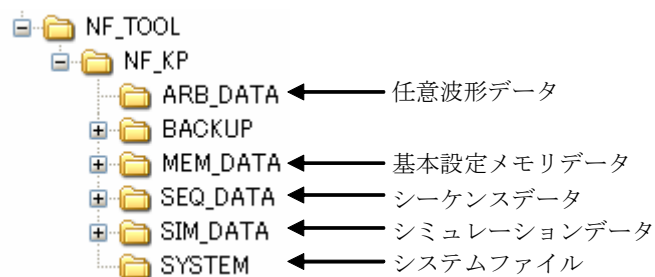

図4-23 USBメモリのフォルダ構成
USB メモリのルートフォルダには図 4-23のフォルダがあるものとします。ない場合は、USB メモリをこの製品に接続した時に、自動的に作成されます。
- 図 4-23 の BACKUP フォルダ、SYSTEM フォルダはユーザが使用するフォルダではありません。この製品のファームウェアアップデート等に使用しますので、これらのフォルダやフォルダ内のファイルを消去しないでください。